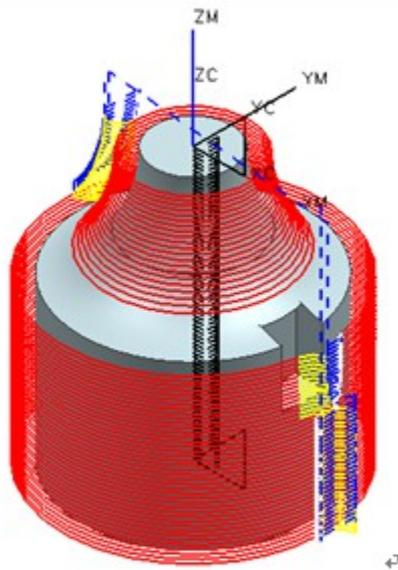
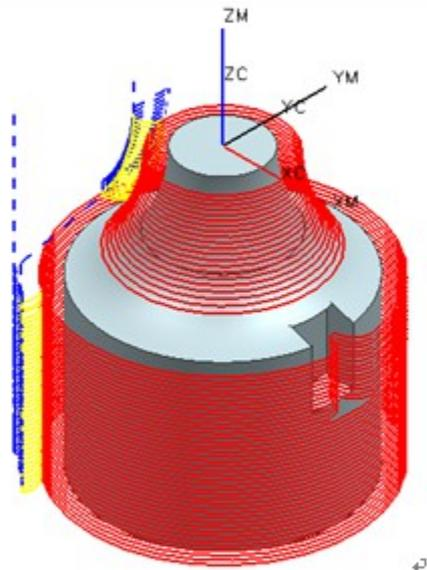

图5-5 刀具经过缝隙产生提刀。
图5-6 刀具经过缝隙不产生提刀。
- (2) 【合并距离】: 该参数主要控制刀具经过工件上的缝隙时是否提刀。当设置的合并距离值大于缝隙间距时, 刀具经过缝隙不提刀, 反之则提刀。如图 5-5 所示的工件, 缝隙的间距为“32”, 若默认合并距离为“2”, 则刀具经过缝隙时会提刀; 若设置合并距离为大于“32”, 则刀具经过缝隙不会产生提刀, 如图 5-6 所示。